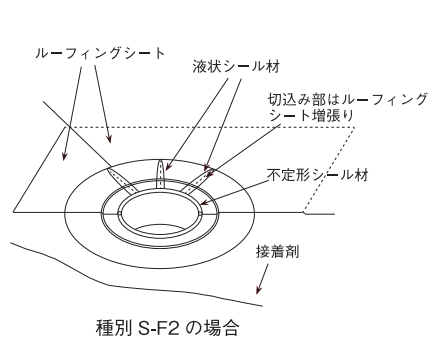

図 9.4.8 ルーフトレン回りの納まりの例
- 種別 S-F1 及び S-F2 のルーフトレン回りは、図 9.4.8 による。ルーフトレン回りは不具合を生じやすい部位なので、張り付けたシート類のローラー転圧を十分に行う。特に、シート類相互の接合部の段差部は、ステッチャー等で十分に転圧する。